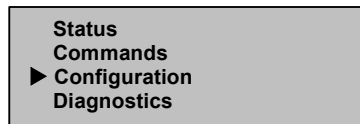

Figure 30 : Menu principal
1. Dans le menu principal, sélectionnez Configuration. (Voir la Figure 30).